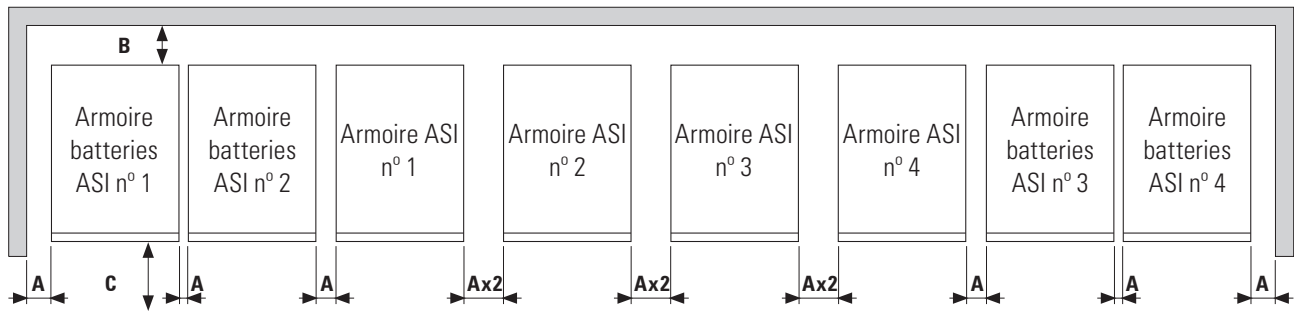

Fig. 36. Cotes minimales pour la ventilation d'un système.
- La Fig. 36 illustre un exemple de 4 équipements en parallèle avec leur armoire de batteries respective. Pour les systèmes ayant un nombre moindre d'unités, procéder selon chaque cas.